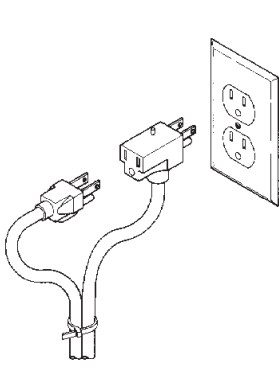

Figure 4
- The RS-5LL 115V switch is supplied with a three-prong piggyback plug/receptacle on the cord and must be used with pumps that have three prong plugs. This connection is illustrated in Figure 4. The third prong is to ground the pump to prevent possible electric shock hazard. Do not remove the third prong from the plug. To reduce the risk of electric shock, be certain that it is connected to a properly grounded grounding type receptacle.
- Le cordon d'alimentation de l'interrupteur RS-5LL 115 V est doté d'un raccord mixte à trois branches, et doit être utilisé avec des pompes pourvues de prises à trois trous. (voir la Figure 4). Pour éviter les risques d'électrocution, la troisième broche relie la pompe à la terre. Ne pas retirer la troisième broche de la prise. Afin de réduire le risque de décharge électrique, s'assurer que la pompe est branchée à une prise correctement mise à la terre.